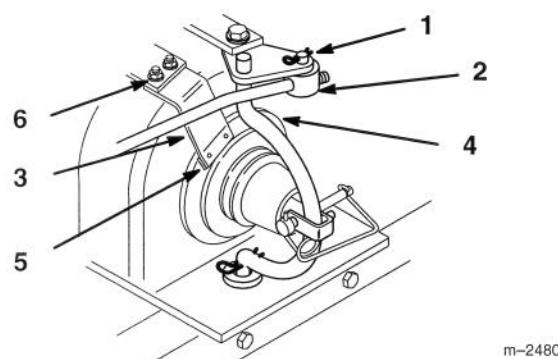

Abbildung 29
3. Zur Einstellung der Kupplung den Haarnadelstift entfernen und den Drehzapfen um jeweils eine Umdrehung auf die Stange drehen, bis mäßiger Widerstand vorhanden ist, wenn die Kupplung eingreift, und der Kupplungsschlupf beseitigt ist (Abb. 29).
4. Zur Einstellung der Bremse die PTO-Kupplung eingreifen lassen und (2) Einstellmuttern lösen (Abb. 29).
5. Eine 0,012 Inch-Führerlehre (0,3 mm) zwischen Bremsklotz und Kupplungsscheibe halten. Den Bremsklotz gegen die Führerlehre drücken und die Einstellmuttern festziehen (Abb. 29).